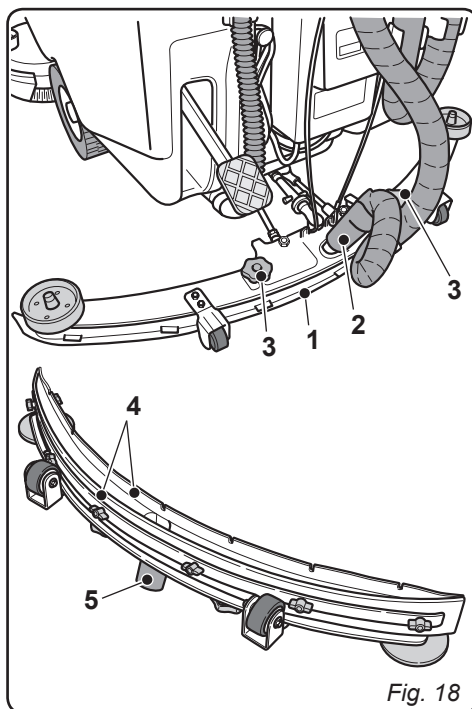

Fig. 18
10.1.c - Limpieza de la escobilla (Fig. 18)